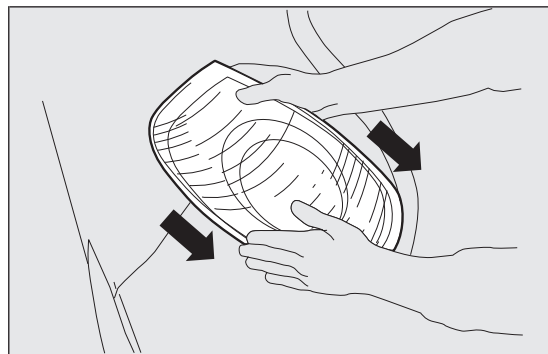

fig. 148
- ☐ déposer le groupe optique en l'extrayant avec deux mains dans le sens indiqué par les flèches fig. 148;